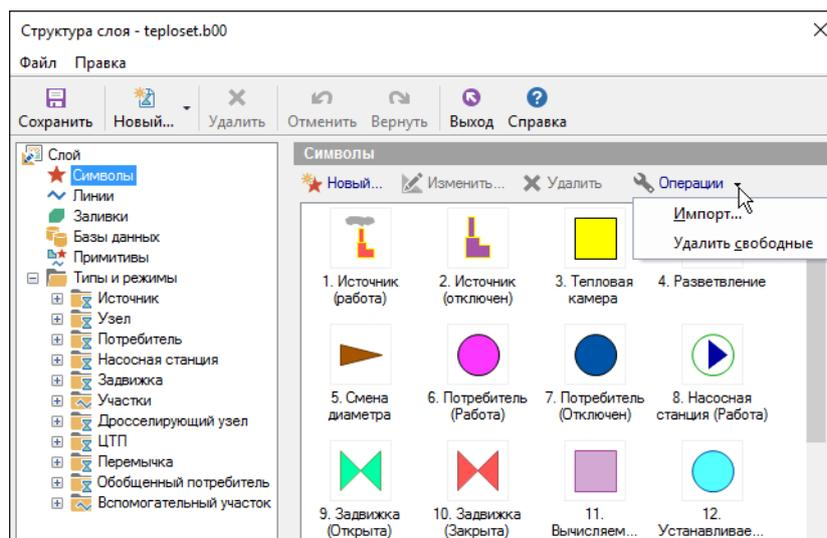

Рисунок 4.5. Импорт символов
2. Нажать кнопку Операции и в открывшемся списке выбрать Импорт.... (Рисунок 4.5, «Импорт символов»).